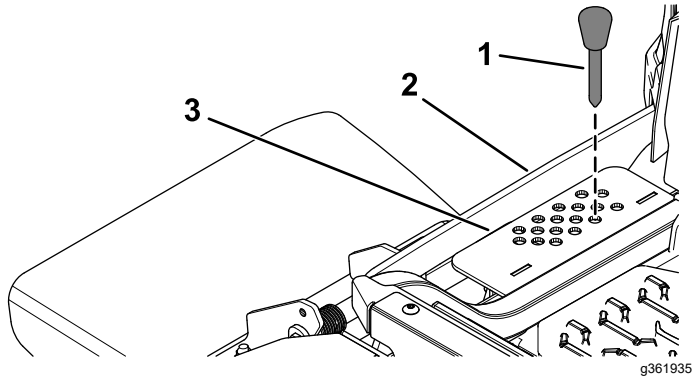

Figure 33
2. Insérez l'axe dans le trou du support correspondant à la hauteur de coupe voulue (Figure 33).
- Appuyez sur la commande de levage du tablier jusqu'à ce que la tringlerie de hauteur de coupe touche légèrement la goupille de hauteur de coupe (**Figure 33**).